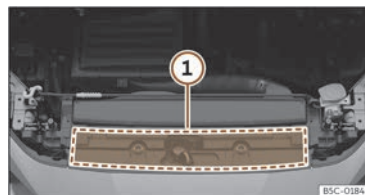

Abb. 234 Im Motorraum: Position des Aufklebers mit Motoröl-Spezifikationen
raums >>> (Abb. 234) ①. Bei Verwendung des empfohlenen Motoröls kann das Motoröl so oft wie erforderlich nachgefüllt werden.